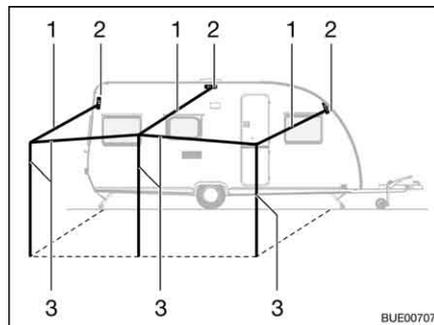

Bild 24 Vorzelt
- Dachfirststangen (Bild 24,1) mit den gebogenen Haken in die Vorzeltösen (Bild 24,2) einhängen.
- Zusatzgestänge (Bild 24,3) und Dachfirststangen zusammenmontieren.